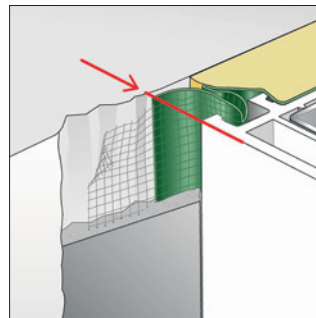
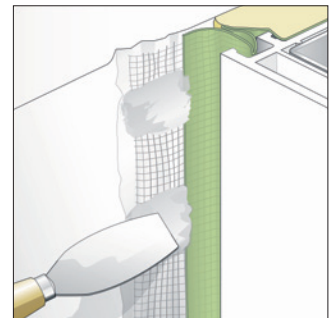

Bild 5 : Einputzgitter in Mörtelbett eingelegt
Bild 6: Punktweise Befestigung mittels SP025 Fenster-Folienkleber Öko zur Fixierung der Folie
- Einputzgitter in den weichen Putz einlegen. Die geschlossene Folie muss den Spalt zur Wand überbrücken. Nahtstelle wie mit der roten Linie (Bild 5) dargestellt platzieren.
- Folie mit Mörtel oder Dispersionskleber Punktweise in gewünschter Einbaulage (Bild 5) fixieren (Bild 6).